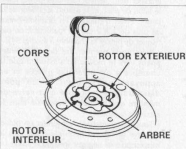

FIG. 32
a) Jeu entre rotor externe et corps de pompe (fig. 32).
Positionner parfaitement une dent du rotor interne dans un creux du rotor externe. Avec des cales d'épaisseur, mesurer le jeu (fig. 32 bis).